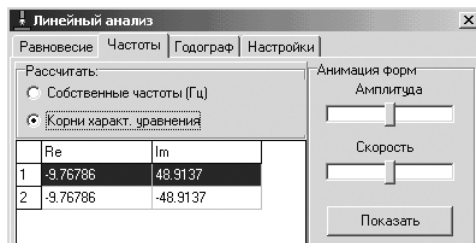

Рис. 1.45. Диалоговое окно **Линейный анализ** с открытой вкладкой **Частоты** и включенным переключателем **Корни характ. уравнения**
- щелкните в диалоговом окне **Линейный анализ** по переключателю **Корни характ. уравнения**, чтобы можно было получить значения корней – их два (комплексно-сопряженные), см. рис. 1.45.